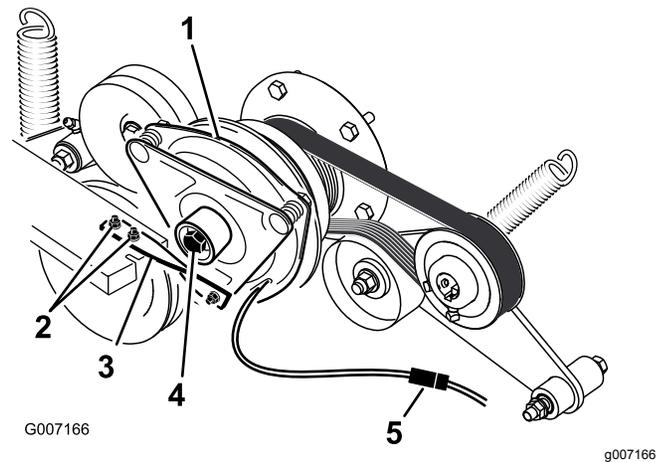

Figura 78
6. Desligue a ligação elétrica para a embraiagem (Figura 78).
7. Retire os dois parafusos que fixam a fita de borracha da embraiagem à estrutura do cortador (Figura 78).
8. Retire o parafuso central que fixa a embraiagem ao eixo do motor e retire a embraiagem e a chave (Figura 78).
15. Enquanto segura a manivela de arranque na parte de trás da máquina, instale o parafuso central e aperte-o com 68 N·m (Figura 78).
16. Instale a fita de borracha da embraiagem na estrutura do cortador com os dois parafusos e porcas anteriormente retirados (Figura 78).
18. Ligue a ligação elétrica para a embraiagem (Figura 78).